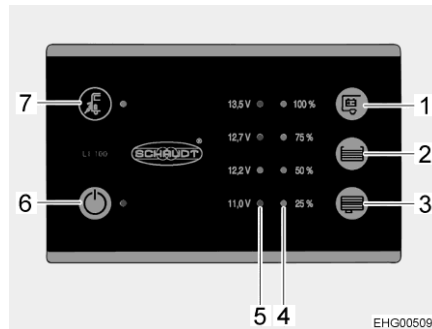

Bild 85 Panel (LT 100)
Den gula lysdioden lyser vid symbolen nätanslutning "⚡" (Bild 85,7) när fordonet är anslutet till en extern nätanslutning. Lysdioden lyser då också med avstängd panel.
Med huvudbrytaren 12 V (Bild 85,6) kopplas panelen och bodelens 12 V-försörjning till eller från.
Slå på: ■ Tryck på knappen "⏻" (Bild 85,6): 12 V-försörjningen för bodelen är påslagen. Lysdioden lyser grönt.
Slå från: ■ Tryck på knappen "⏪" (Bild 85,6) på nytt: 12 V-försörjningen för bodelen är avstängd. Lampan släcks.
Lysdiodskalan (Bild 85,5) visar batterispänningen för bodelsbatteriet enligt följande:
- Tryck ner knapp "E" (Bild 85,1): Bodelsbatteriets spänning visas.
Lysdiodskalan (Bild 85,4) visar fyllnivån i färskvattentanken eller avloppstanken.
Visa nivå: Tryck ner knapp "☰" (Bild 85,2): Färskvattentankens fyllnadsnivå visas med hjälp av lysdiod.
Tryck ner knapp "☷" (Bild 85,3): Avloppstankens fyllnadsnivå visas med hjälp av lysdiod.